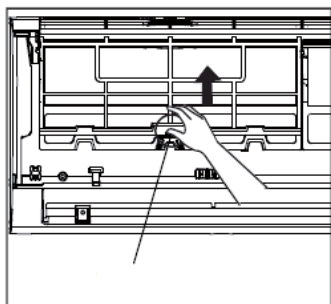
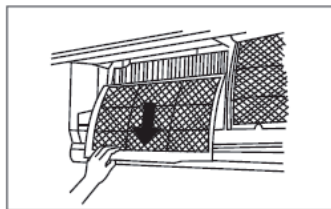

fig. 15 -
fig. 16 -
3. Retire los filtros empujando hacia arriba las pestañas centrales hasta que se liberen del retenedor y deslícelos hacia abajo ("fig. 15 -" e "fig. 16 -")